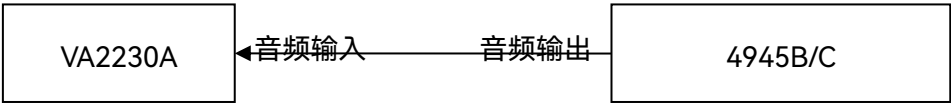

图 7.13 音频信号发生特性测试框图
- (1) 如图 7.13 连接测试仪器，设置 4945B/C 为音频发生模式，输出频率 20kHz，幅度 200mVrms，波形正弦，输出阻抗 high-Z；设置音频分析仪为音频测量模式，将频率实测值记入表格 A.1 相应空格处；
- (2) 设置 4945B/C 的音频输出频率为 80Hz，记录频率实测值 f1 在表格 A.1 相应空格处；
- (3) 频率实测值在表格 A.1 所示范围内，则音频信号发生频率范围合格；
- (4) 设置 4945B/C 的音频输出频率为 80.1Hz，记录频率实测值 f2；
- (5) 计算 f2-f1 的差值，若差值等于参考值，则音频信号发生频率分辨率和精度合格。
- (1) 如图 7.13 连接测试仪器, 设置 4945B/C 为音频发生模式, 输出频率 20kHz, 幅度 10mVrms; 将音频分析仪电平实测值记入表格 A.1 相应空格处;
- (2) 改变 4945B/C 的音频信号发生频率为 80Hz, 幅度 7Vrms, 将音频分析仪电平实测值记入表格 A.1 相应空格处;
- (3) 电平实测值在表格 A.1 所示范围内, 则音频信号发生电平范围和电平准确度合格。